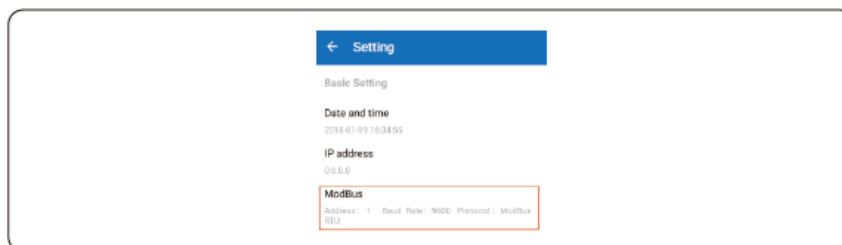

Imagen 5.19 Compruebe la dirección Modbus
Paso 3 Compruebe la dirección Modbus en la imagen 5.19, la dirección por defecto es 1. Mantenga pulsado para revisar la dirección y guardarla. El inversor en el mismo bus RS485 debe tener una única dirección.